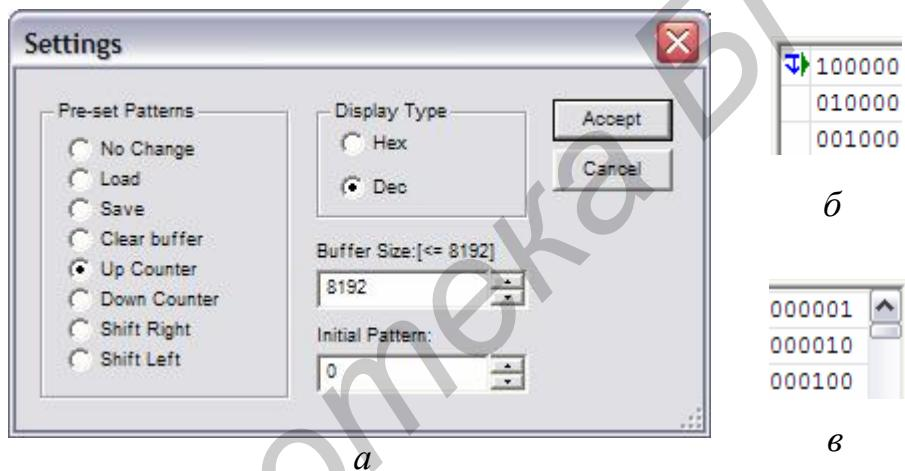

Рис. 20. Окно свойств буфера (*а*) и его заполнение (*б*, *в*)
При нажатии кнопки «Set» открывается диалоговое окно свойств буфера (рис. 20, а):
- Shift Right – заполнить буфер кодовыми словами, начиная с кода, указанного в поле Initial Pattern (по умолчанию 0x80000000), с последующим двоичным сдвигом вправо на 1 разряд в каждой следующей строке (рис. 20, *б*);
- Shift Left – заполнить буфер кодовыми словами, начиная с кода, указанного в поле Initial Pattern (по умолчанию 0x0001), с последующим двоичным сдвигом влево на 1 разряд в каждой следующей строке (рис. 20, *в*);